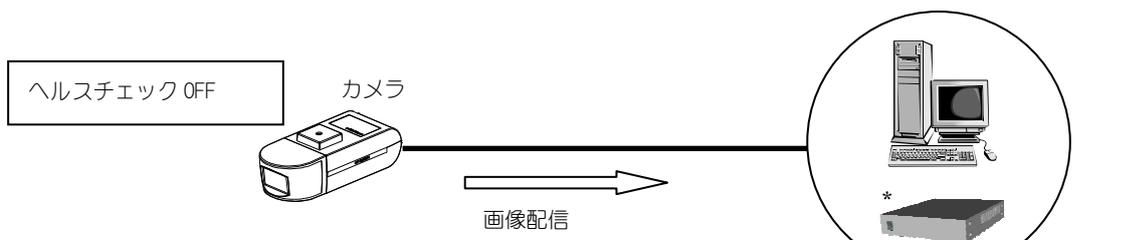

図 15-6 ヘルスチェック OFF
- (1) ネットワークカメラの電源が入ると、図 15-6に示す様に画像配信を開始します。
- (2) あらかじめマルチキャストアドレスと画像ポートが設定されている必要があります。